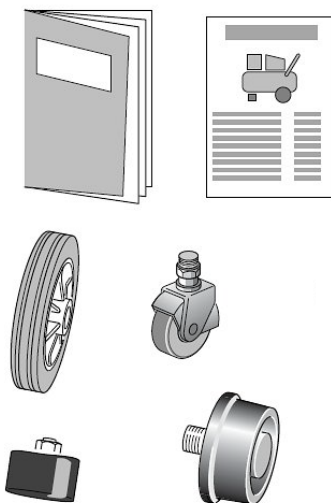
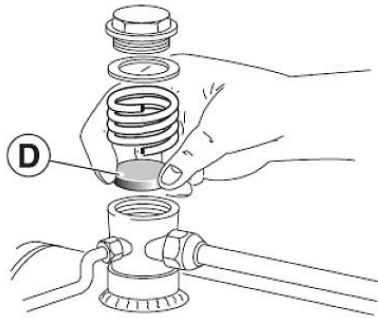

Abb. 6: Lieferumfang Mobilboy-Kompressoren
Abb. 14: Rückschlagventil
Schritt 2: Bauen Sie den Ansaugfilter (12 - Abb. 6 und Abb. 14) aus und wechseln Sie ihn aus (wenn er beschädigt ist) bzw. reinigen Sie das Filterelement (Abb.14).
Schritt 2: Überprüfen Sie das Rückschlagventil und wechseln Sie das Dichtungselement **D** (Abb. 14) gegebenenfalls aus.